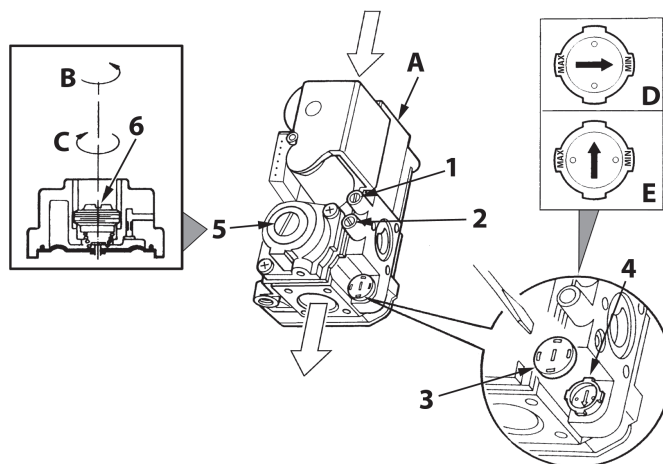

fig. 18 - Regulación de la presión
La potencia PEGASUS D LN de funcionamiento de la caldera debe tener el valor indicado en la tabla de datos técnicos sec. 5.3. La válvula del gas se calibra en fábrica y está dotada de un diafragma específico. Si se cambia la válvula, el tornillo de regulación 6 (fig. 18) debe enroscarse a fondo.
2. Quitar el capuchón de protección 3 de la válvula del gas (fig. 18). Con un destornillador pequeño, regular el step de encendido para el gas deseado (G20-G25 posición D fig. 18 o G30-G31 posición E fig. 18). y colocar otra vez el capuchón.
Leyenda fig. 18
- Purgar el aire presente en los tubos del gas por medio de la toma de presión 1 de la válvula del gas (fig. 18).